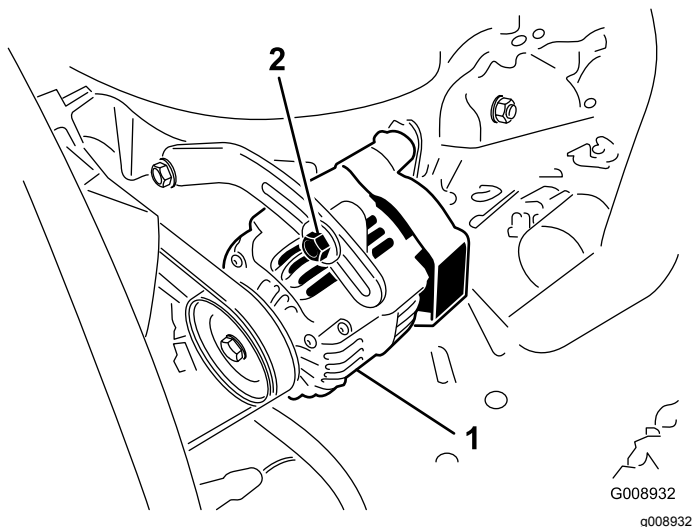

Figura 79
2. Si la desviación no es de 10 mm, afloje los pernos de montaje del alternador (Figura 79).